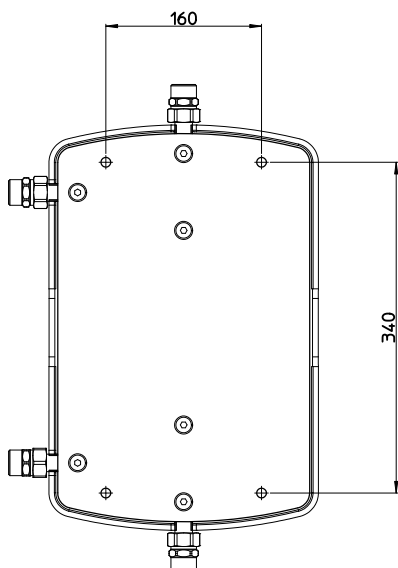

Abb. 2: Rückseitige Stahlplatte zur Befestigung an der Wand
- ✓ Bestimmen und identifizieren der Stelle für die 4 Löcher auf der Wand, laut Schema bei *Abb.2*;